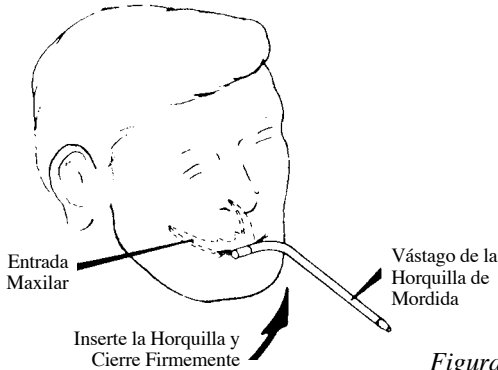

Figura 8
- Asiente con precisión al paciente, la horquilla de mordida preparada, tal vez colocando dos rollos de algodón entre la superficie oclusal mandibular y la parte inferior de la horquilla, Figura 8. Aplique un “toque” de jalea de petróleo en el extremo del vástago de la horquilla.